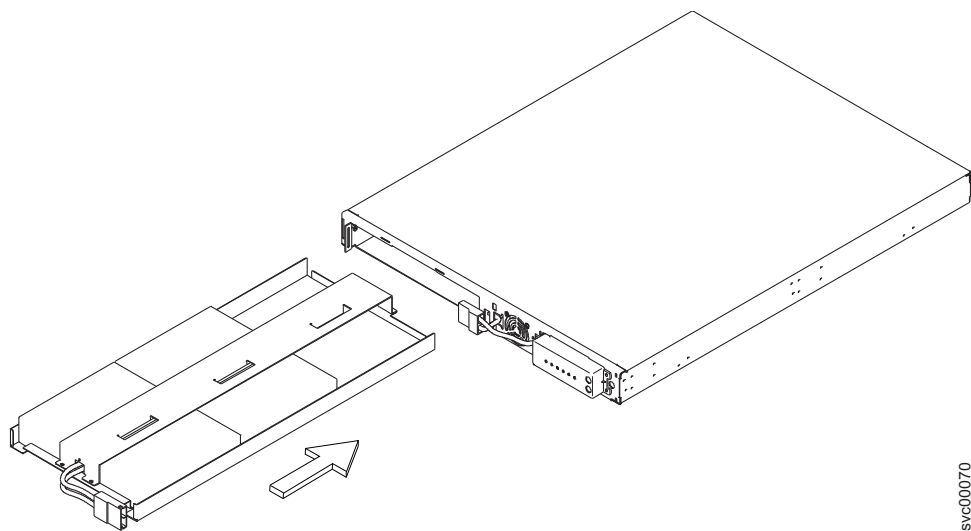

图 243. 重新安装 2145 UPS-1U 电池
1. 将电池滑入 2145 UPS-1U 中，如图 243 中所示。